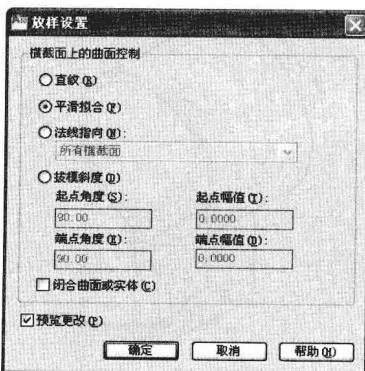

图 8-3-17
(4) 命令行提示“按放样次序选择横截面”，单击矩形，再单击圆，按 Enter 键。
(5) 命令行提示“输入选项 [导向(G)/路径(P)/仅横截面(C)] <仅横截面>”，按空格键，选择了角括号中的默认选项“仅横截面”，此时打开“放样设置”对话框，选择“平滑拟合”单选按钮，单击“确定”按钮，如图 8-3-17 所示。